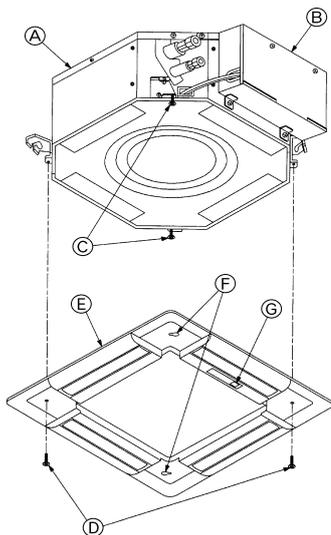

Fig. 8-6
8.3.2. Tillfällig installation av grillen (Fig. 8-6)